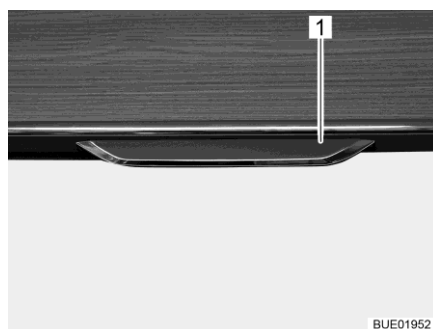
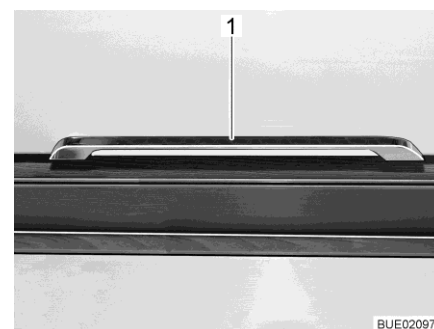

Bild 66 Möbelklappe mit Entriegelungsgriff
Bild 67 Entriegelungsgriff (Ixeo T)
- Entriegelungsgriff (Bild 66,1 und Bild 67,1) nach außen oder nach unten ziehen.